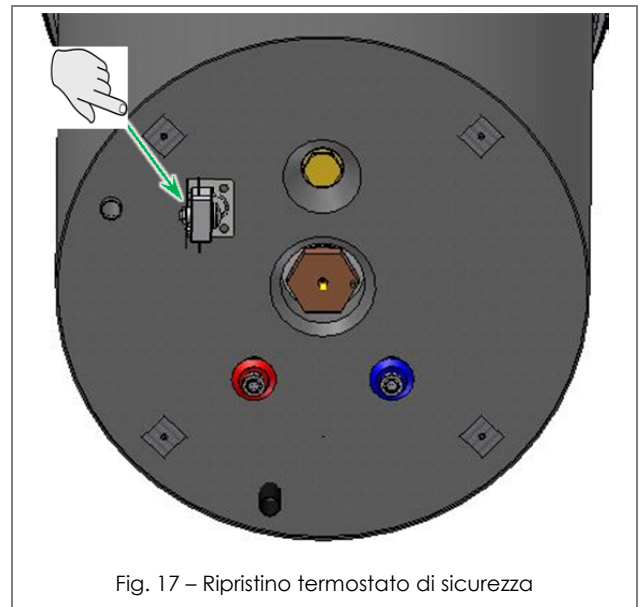

Fig. 17 – Ripristino termostato di sicurezza
- Ripristinare manualmente il termostato di sicurezza intervenuto (Fig. 17);